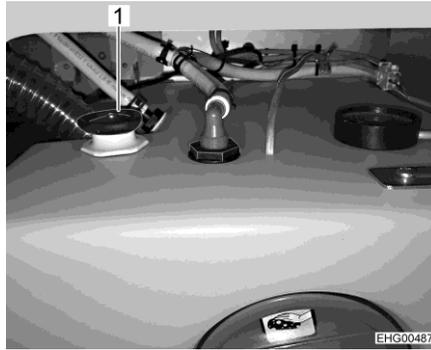

Fig. 64 Depósito de agua con tirador giratorio
- Girar el tirador giratorio (Fig. 64,1) del depósito de agua en sentido contrario a las agujas del reloj sobrepasando la resistencia, para abrir el orificio de salida completamente.